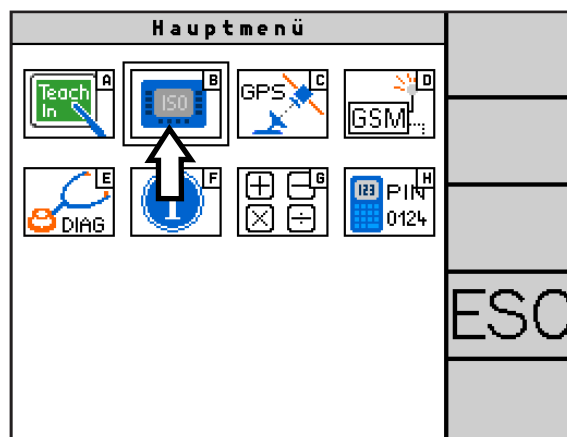

Abb. 89: Terminal-Konfiguration aufrufen
Wählen Sie im Hauptmenü das Symbol mit dem ISO-Terminal (B) (siehe Abb. 89), um die Terminal-Konfiguration aufzurufen.